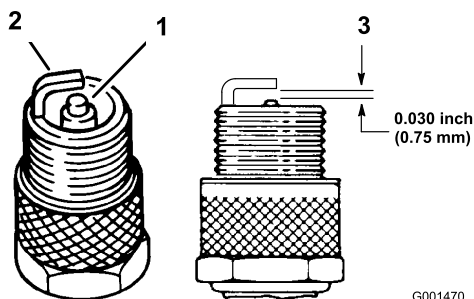

Figure 30
3. Vérifiez l'état des électrodes latérale et centrale, ainsi que l'isolateur central (Figure 30).
4. Réglez l'écartement entre les électrodes centrale et latérale à 0,76 mm (Figure 30). La bougie installée doit avoir l'écartement correct et être serrée à 20 Nm.